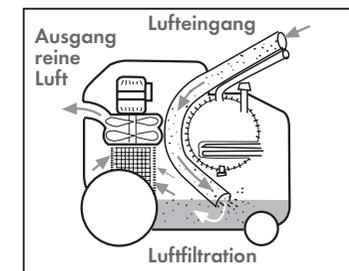

Abb. 4
Durch das saubere Wasser das in den Schmutzwasserbehälter (G) gegeben wird (2,5 Liter), wird die Luft filtriert und die Unreinheiten (Staub, Keime usw.) im Behälter (G) aufgefangen (Abb. 4). Bei Gebrauch darauf achten, dass der maximale Wasserfüllstand nicht überschritten wird und dass aus dem Schalldämpfer kein Wasser spritzt.